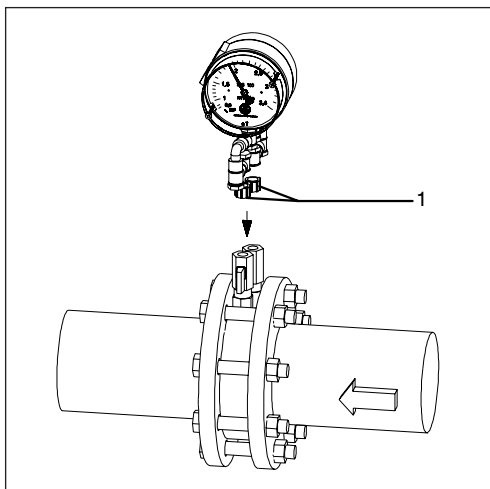

Abb. 4
Entfernen Sie die Transportschutzstopfen (1, Abb. 4) von den Gewinden des Anzeigeteils und von den Verschraubungen der Messblende. Die bei der Montage benötigten Dichtringe (9) sind mit Kabelbinder am Anzeigeteil befestigt.